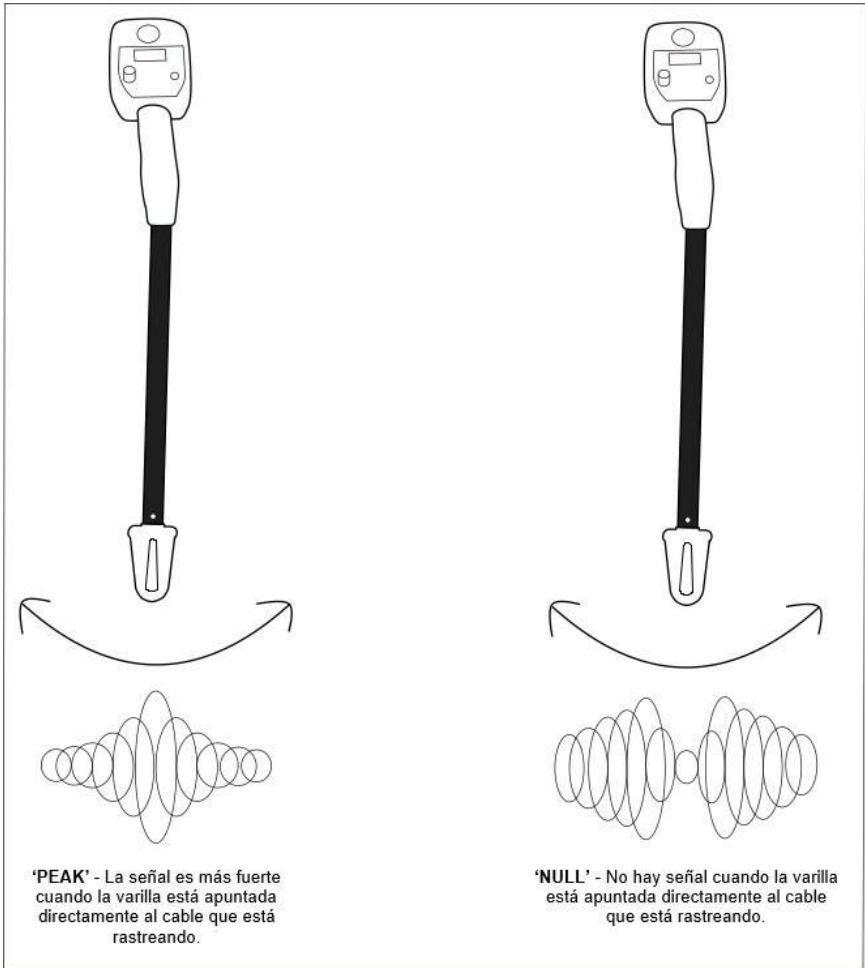

Figura 2
2. Ahora, utilice la varilla receptora para rastrear la señal de la varilla en el tubo, al igual que rastrea cualquier otro cable subterráneo. Si está utilizando la recepción nula (NULL), no hará señal sobre la varilla, pero sí hará pitido en ambos lados de la línea. Si está utilizando la recepción de sonido (PEAK), pitará más fuerte cuando la varilla está directamente sobre la vara en el tubo. Vea figura 2 abajo.